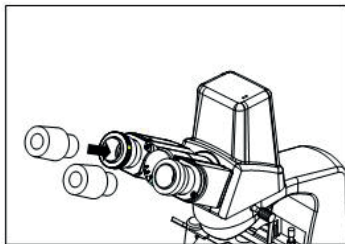
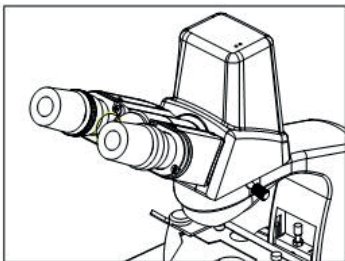

Fig.3
Fig.4
2.2.2 Installation des oculaires (Fig.3 - Fig.4)
Insérer les oculaires dans le tube d'oculaire jusqu'à ce qu'ils soient l'un contre l'autre, comme le montre la figure 4.